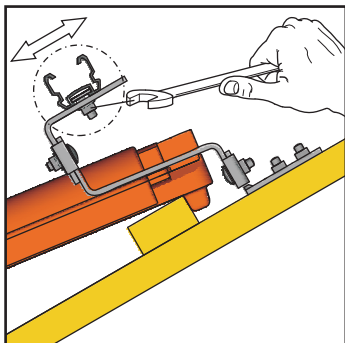
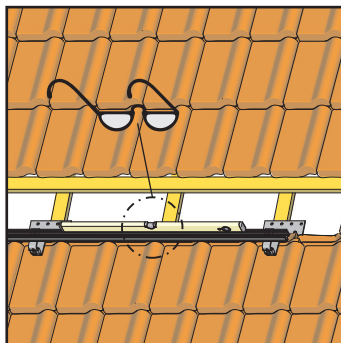

Bild 3-8 Profile auf Oberteil des Aufdachhakens festschrauben
Bild 3-9 Profile parallel zur Dachziegelkante ausrichten
11. Selbstsichernde Muttern, mit denen die Gleitsteine auf den Aufdachhaken befestigt sind, festschrauben. Dabei Montageprofilschiene parallel zu den Dachziegelkanten ausrichten (Bild 3-8 bis Bild 3-9).